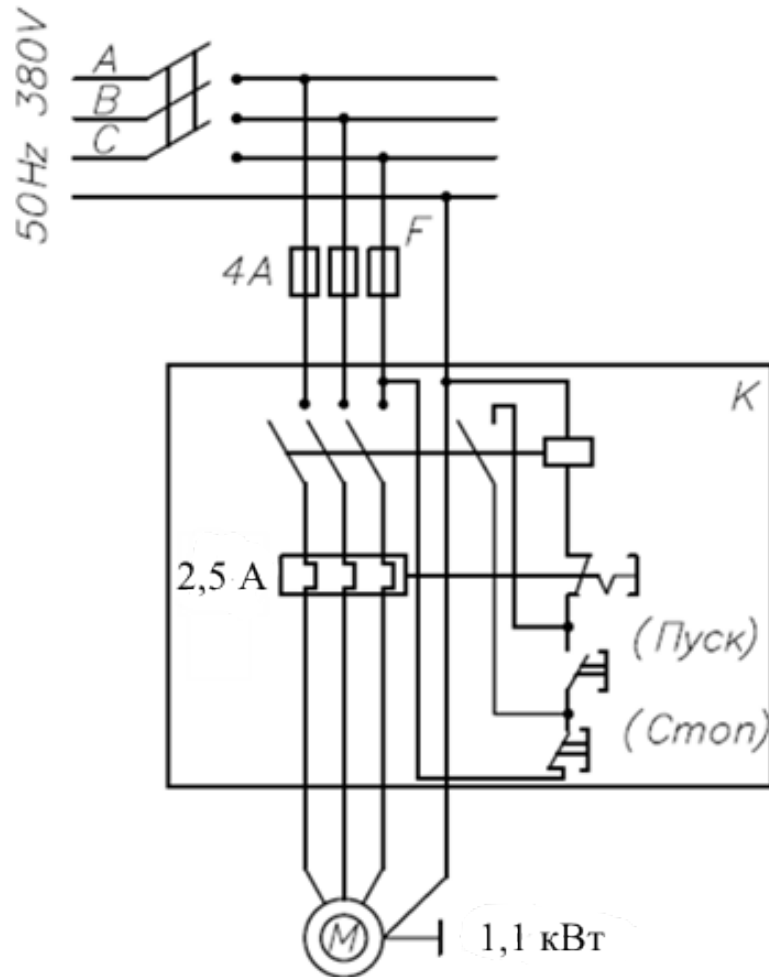

Рис. 7 - Схема подключения насоса к электрической сети
5.3 Подключить насос к пускозащитной аппаратуре в соответствии с требованиями эксплуатационной документации той доильной установки, в агрегате которой он применяется, или согласно рис. 7, если насос эксплуатируется вне доильной установки. При этом необходимо использовать пускозащитную аппаратуру, соответствующую по своим параметрам величине номинального тока электродвигателя, а по степени защиты и климатическому исполнению - условиям эксплуатации.